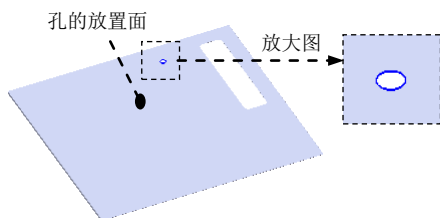

图 17.10.59 创建孔 1
Step6. 创建图 17.10.59 所示的零件特征——孔 1。
(1) 选择下拉菜单 **插入(I)** → **特征(F)** → **孔(H)** → **简单直孔(S)...** 命令，系统弹出“孔”对话框。
(2) 定义孔的放置面。选取图 17.10.59 所示的模型表面为孔的放置面。
(3) 定义孔的参数。